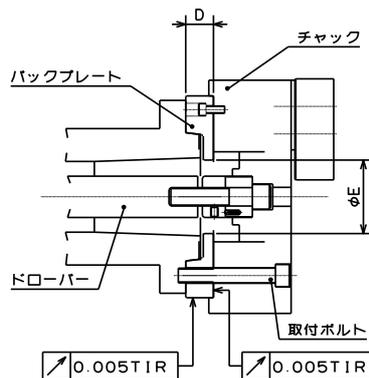

図 24
- チャックのプランジャストロークよりもシリンダストロークが長いシリンダと組み合わせて使用する場合、バックプレートの形状はプランジャを引いた時に、プランジャの端面がバックプレートに当たって止まるように図 24 の寸法 ϕE を参照して設計すること。もし、プランジャがバックプレートにあたって止まる形状になっていないまま使用すると、チャックの破損の原因となる。